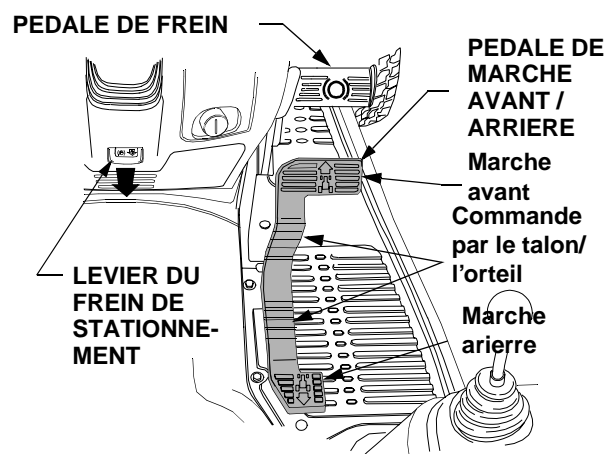

Figure 15
- Appuyez à fond sur la pédale de frein pour immobiliser complètement le tracteur. Poussez le levier du frein de stationnement vers le bas puis relâchez la pédale pour serrer le frein de stationnement. Voir la Figure 15.
- Pour partir en avant, appuyez doucement sur l'avant de la pédale de marche avant /arrière, jusqu'à atteindre la vitesse souhaitée. La vitesse du tracteur est directement liée à la profondeur d'enfoncement de la pédale. Voir la Figure 15.